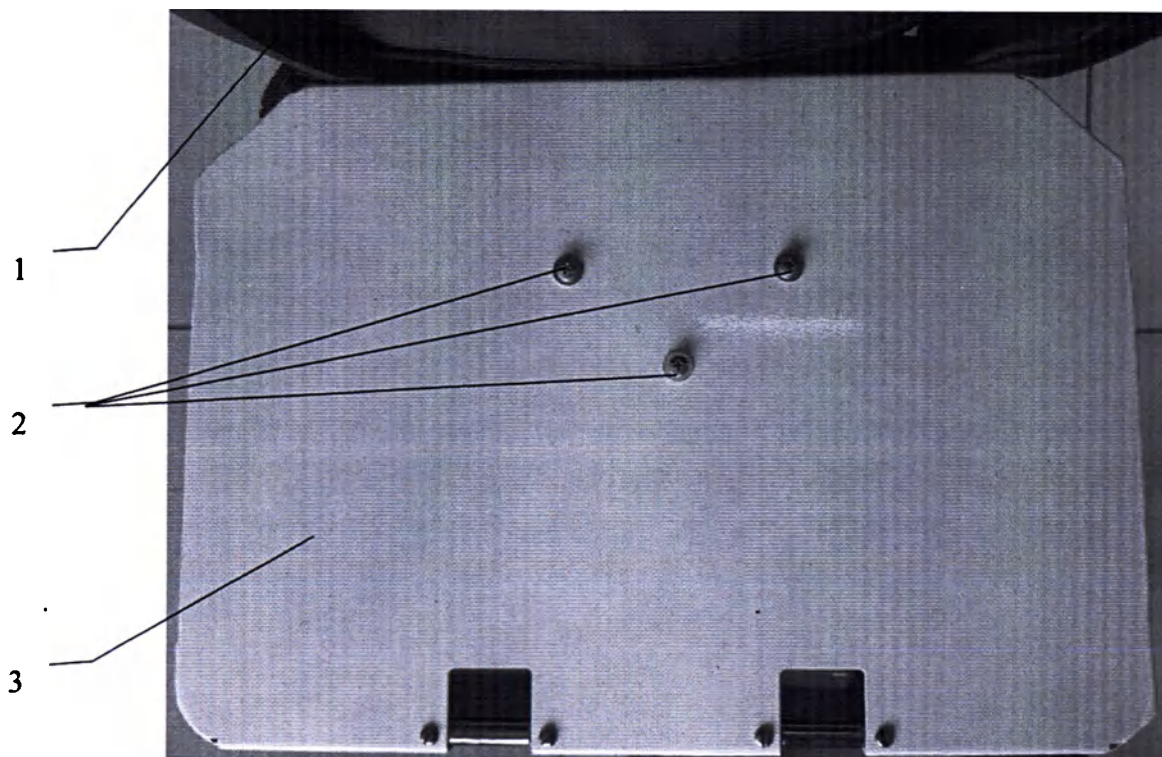

Рисунок 14 – Задняя часть футляра
- оттянуть чехол футляра *поз. 1* (рис. 14) таким образом, чтобы получить доступ к 3-м винтам *поз. 2* (рис. 14) на задней поверхности металлического каркаса *поз. 3* (рис. 14). Придерживая блок ИВЛ с обратной стороны, открутить винты *поз. 2*.